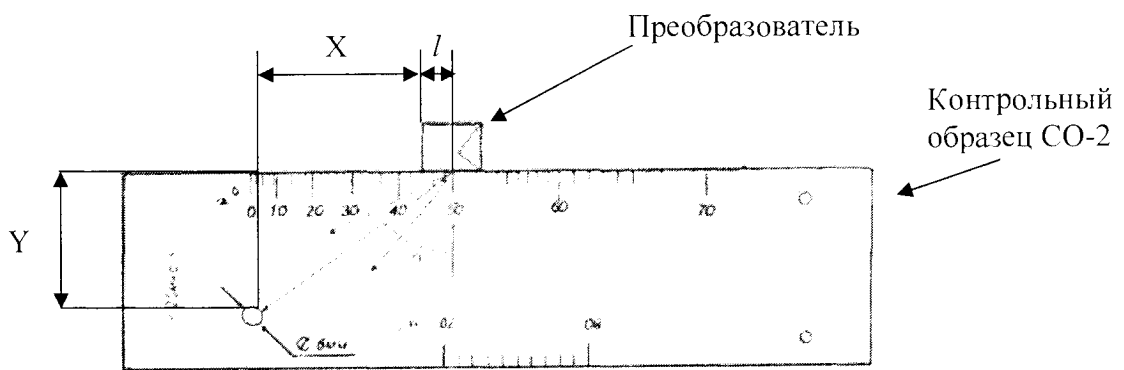

Рисунок 2
5.5.4 Установить наклонный преобразователь, подключенный к электронному блоку дефектоскопа на поверхность контрольного образца СО-2 таким образом, чтобы фактическая точка выхода была у отметки по шкале "α°" контрольного образца, соответствующей номинальному значению угла ввода преобразователя (α_н, градус), указанному в маркировке преобразователя (рисунок 2).